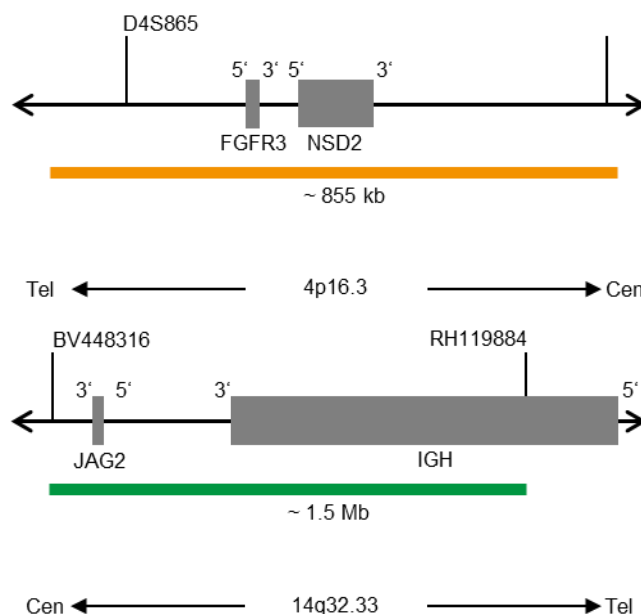

Fig. 1 : En haut : Carte de la sonde SPEC FGFR3 ; En bas : Carte de la sonde SPEC IGH (pas à l'échelle)
- Polynucléotides marqués au ZyOrange (excitation 547 nm/émission 572 nm) (~6 ng/ μ l), qui ciblent une séquence de 4p16.3* (chr4:1,496,938-2,351,657) hébergeant la région du gène FGFR3 (voir figure 1).
- Polynucléotides marqués au ZyGreen (excitation 503 nm/émission 528 nm) (~12 ng/ μ l), qui ciblent une séquence de 14q32.33* (chr14:105,462,169-106,995,000) hébergeant le locus IGH (voir figure 1).